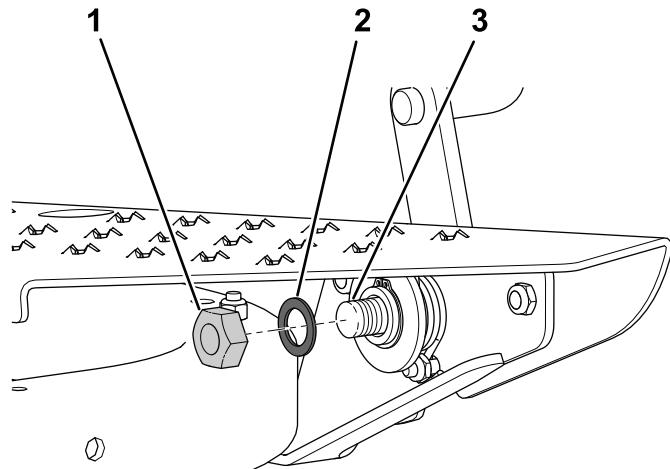

**Figura 20**
8. Fissate la molla di torsione alla piastra della boccola con una rondella piana (1-1/8" x 2") e un anello di ritenuta (Figura 20).